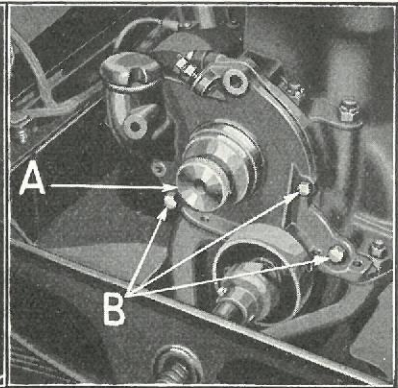

Fig. 279
- 468** Anvend en Centrumsdorn til at kontrollere, om Dækslet centrerer om Knastakslen (Fig. 279-A), medens de tre Skrue »B«, der holder Dækslet til Cylinderblokken, indsættes og tilspændes. Centrumsdornen fjernes derefter, og de resterende Skrue og Bolte, som holder Dækslet til Krumtaphuset og Cylinderblokken, isættes og spændes fast til. Efter at samtlige Skrue er spændt til, indsættes Centrumsdornen igen for at kontrollere, om Dækslet ikke er trukket excentrisk af Skrueerne.